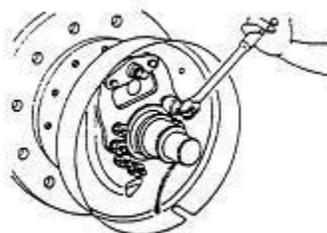

Рисунок 2-16
- 6) Снимите с тормозного щита E-образный фиксатор кабеля тормоза. Затем удалите болты крепления тормозного щита и снимите тормозной щит с ведущего моста. См. рисунок 2-16.